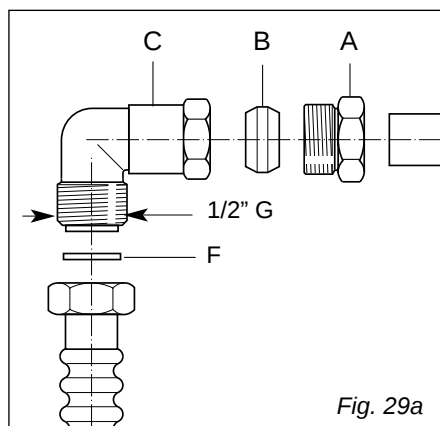

Fig. 29a
Le groupe raccordement (fig. 29a - 29b) se compose de:
- ✓ **Le joint F et le bicolonne B (fig. 29a - 29b, 29c - 29d) sont les éléments de garantie de l'étanchéité du branchement au gaz.**